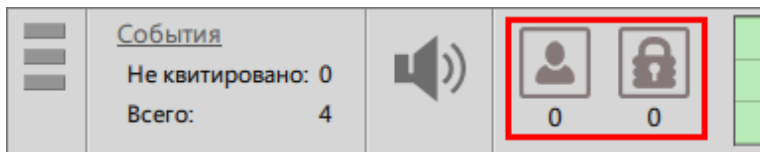

Рисунок 172 - Иконки журналов событий
1. При нажатии на иконки на панели событий (Рисунок 172).